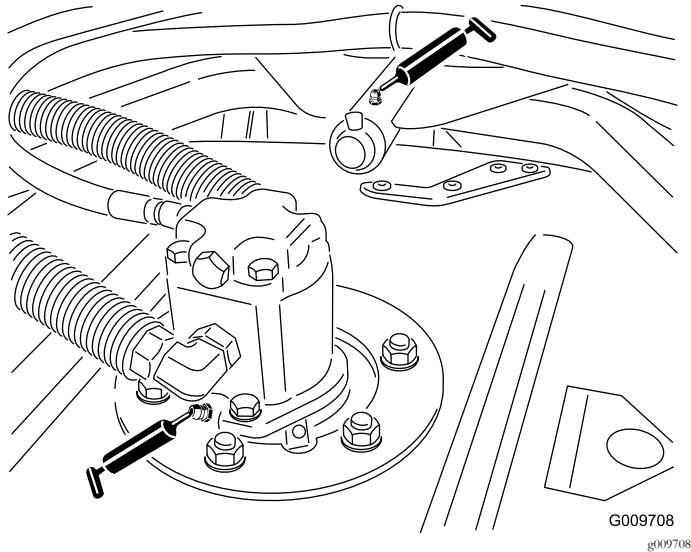

Bild 36
- Spindelwellenlager des Mähwerks (2 pro Mähwerk), wie in Bild 36 abgebildet
- Trägerarmbüchsen des Mähwerks (1 pro Mähwerk), wie in Bild 36 abgebildet